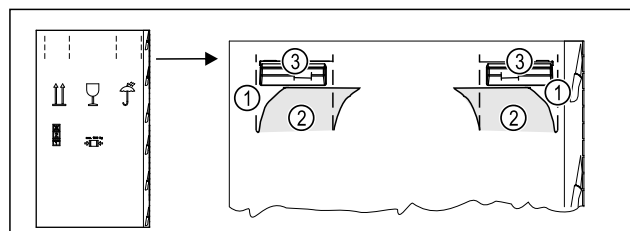

Fig. 3
- Vtlačte obalový karton nahoře na perforaci Fig. 3 (1).
- Vytáhněte vtlačené spojky Fig. 3 (2).
- Pravá a levá rukojeť Fig. 3 (3) je viditelná.
- Držte spotřebič za rukojeti Fig. 3 (3).